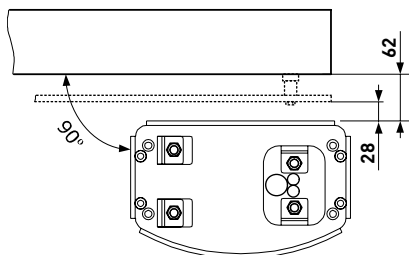

Рисунок 4.
- Выставьте монтажное основание по уровню в незастывшем бетоне фундамента, соблюдая рекомендованные размеры (рис. 4).